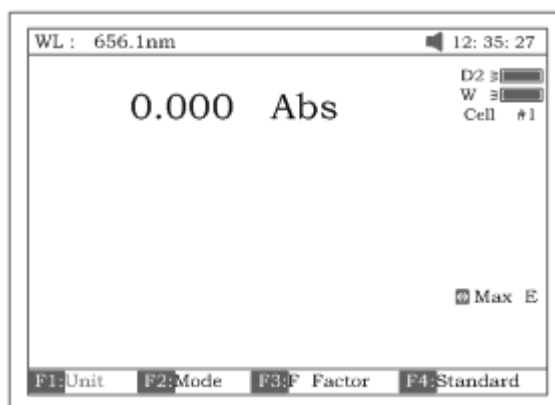

Рисунок 18
*Примечание: если автоматический пробоподатчик не установлен, записи надпись "КЮВЕТА#1" и "Max E" исчезают с экрана (рис.18).*